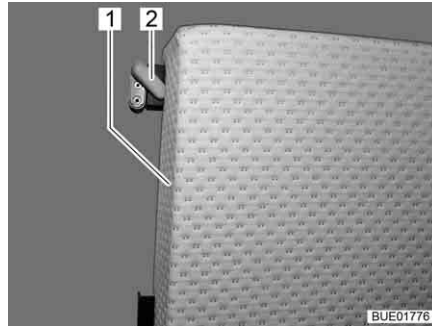

Fig. 139 Fissaggio cuscino aggiuntivo
- Ruotare la leva di fissaggio (Fig. 139,2) e rimuovere il cuscino aggiuntivo (Fig. 139,1) dal supporto nell'armadio.